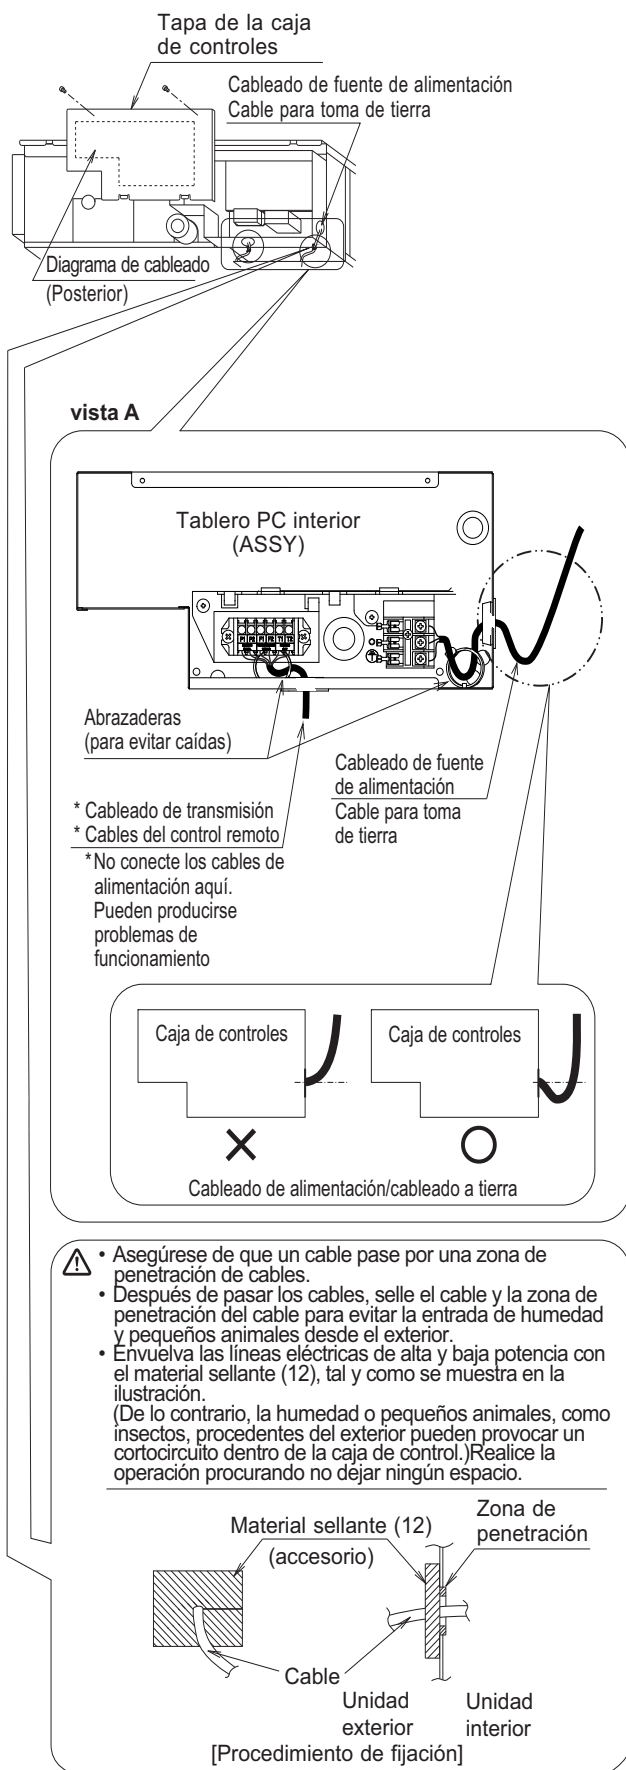

Fig. 17
- Efectúe el cableado solamente tras retirar la tapa de la caja de control según se muestra en la Fig. 17, relativo a la vista A.